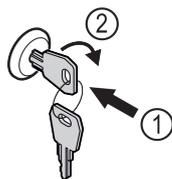

Fig. 82 Immagine a titolo di esempio
- ▶ Inserire la chiave Fig. 82 (1).
- ▶ Ruotare la chiave di 90° in senso orario Fig. 82 (2).